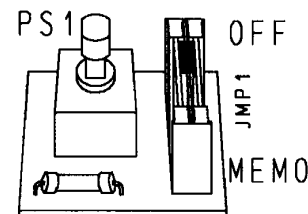

Fig. 14
- F- rilasciare il pulsante, posizionare in OFF JMP1 (Fig. 14) e riposizionare i DIP SWITCH della scheda elettronica nel modo precedente.
- F- release the pushbutton, set JMP1 to OFF (Fig. 14) and reposition the electronic card DIP SWITCHES to the original positions.
- F- relâcher le bouton, mettre JMP1 sur OFF (Fig. 14) et remettre les interrupteurs DIP de la carte électronique sur leurs positions précédentes.
- F- lassen Sie die Taste los und bringen Sie JMP1 in Stellung OFF (Fig. 14) und die DIP-Schalter der Steuerelektronik in die Ausgangsposition.
- F - soltar el pulsador, colocar JMP1 en OFF (Fig. 14) y colocar los DIP SWITCHES de la ficha electrónica como antes.
- F- Libertar o botão, colocar em OFF JMP1 (Fig. 14) e recolocar os DIP SWITCH da placa electrónica na posição anterior.